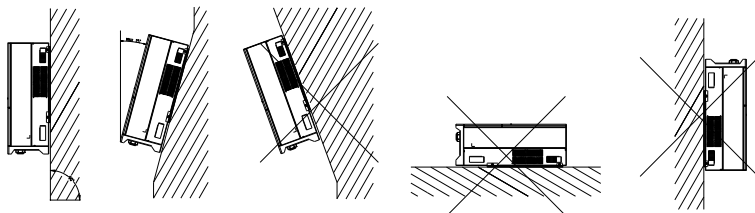

Figura 4.1 Método de montaje
Monte el inversor correctamente como se muestra en la figura 4.1 a continuación.
- ① El equipo emplea refrigeración por convección natural, y se puede instalar en interiores o exteriores.
- ② Instale el equipo bajo la guía de la Figura 4.1. Se recomienda la instalación vertical a nivel del suelo. Montar verticalmente o inclinado hacia atrás en máx. 15°. Nunca instale el inversor inclinado hacia adelante, hacia los lados, horizontal o al revés.
- ③ Instale el inversor a nivel de los ojos para mayor comodidad al comprobar la pantalla LCD y las posibles actividades de mantenimiento.
- ④ Al montar el inversor, tenga en cuenta que el desmontaje para el trabajo de servicio puede ser necesario.